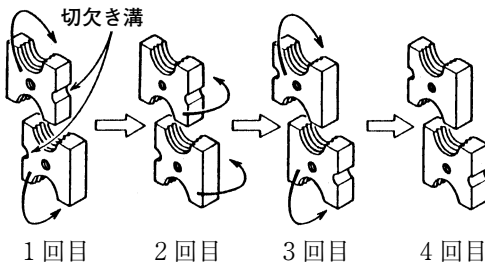

図 16
- ① カッタには、刃部が4カ所ありますので図16のように刃部の位置を替えれば4回ご使用いただけます。